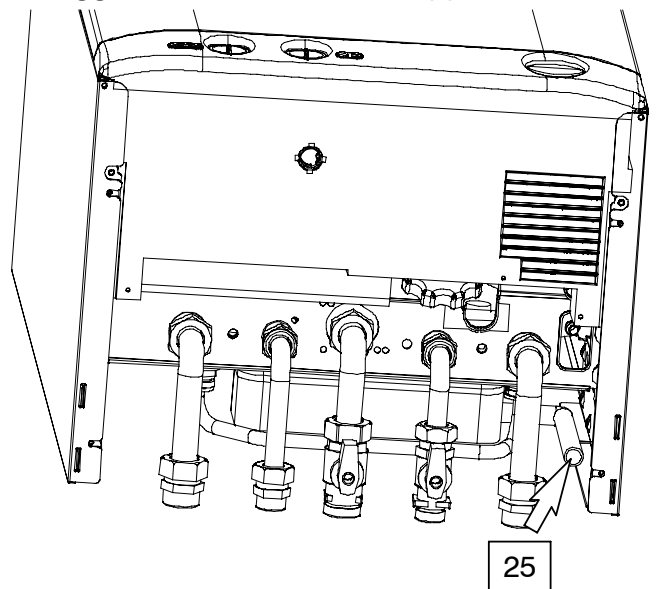

fig. 5.4
- 8 Collegare lo scarico della valvola di sicurezza 25 in fig. 5.4 ad un imbuto di scarico.